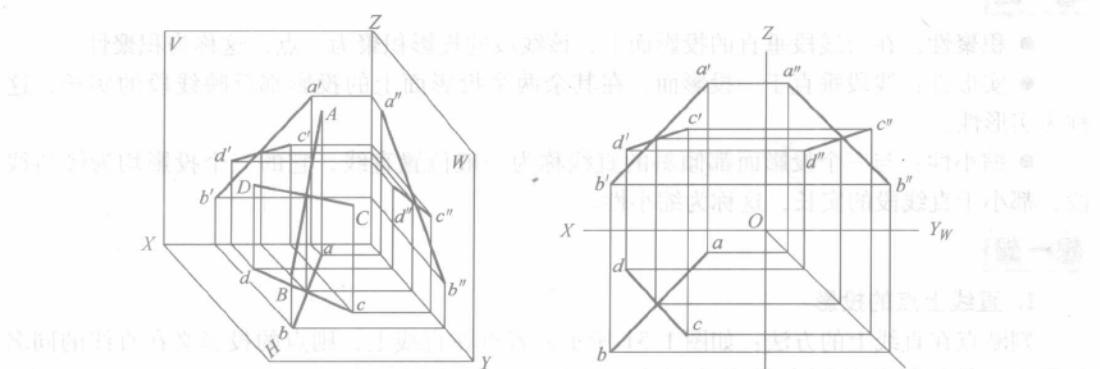

图 1-33 两相交直线的位置关系直观图和投影图
2) 两相交直线: 若空间两直线相交, 则它们的同面投影也必然相交, 且交点符合点的投影规律, 反之亦然, 如图 1-33 所示。